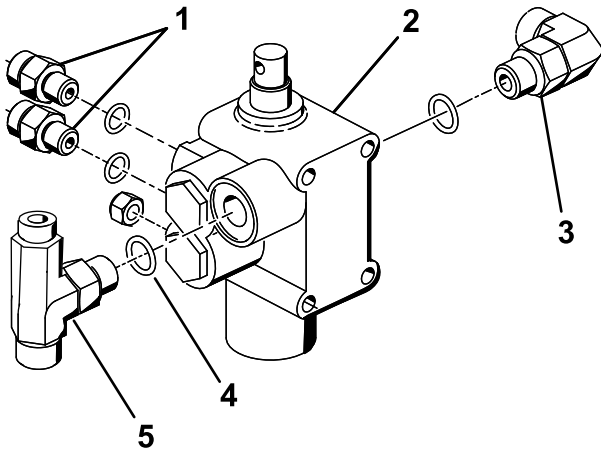

図 10
3. 3 油圧機器の取り付け準備を行う (ページ 5) で既存のバルブから外した 90° フィッティング、2 個のストレートフィッティング、T 字フィッティングを、新しい昇降バルブに 図 10 のように取り付ける。